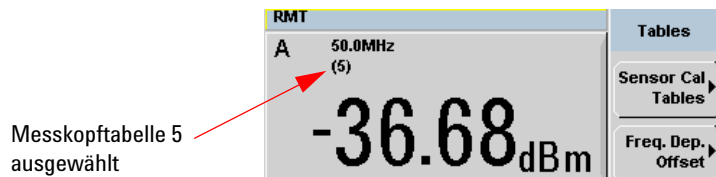

Abbildung 5-7 Frequenzabhängige Versatzanzeige
- 3 Drücken Sie **Done**, um die Auswahl der Kalibrierfaktortabelle abzuschließen. Abbildung 5-7 zeigt, welche Versatztabelle ausgewählt ist.